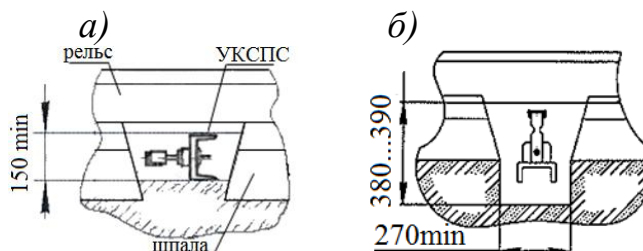

Рис.2. Углубление в насыпи для демонтажа и установки УКСПС на балке (а), на балке с дополнительной деревянной шпалой (б)
- сформировать углубление в грунте под заменяемым УКСПС (см. рис.2) и на всю длину несущей конструкции УКСПС в сторону обочины пути;